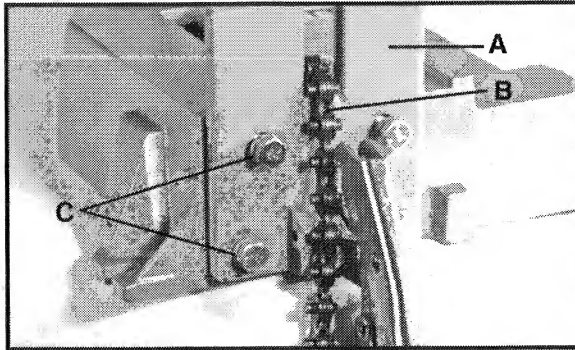
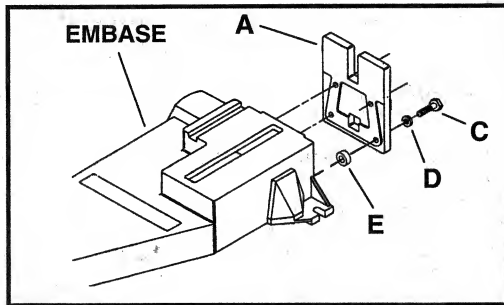

Fig. 4
Fig. 4A
4. Mettre le sous-ensemble de guidage et bridage (A), Fig. 4, sur l'avant de l'embase et faire passer la chaîne (B) par la fente située dans le plan de travail comme illustré. Fixer le sous-ensemble de guidage et bridage sur l'avant de l'embase à l'aide de quatre boulons de $\frac{5}{16}$ po x 1 po de long (C), Fig. 4A, des rondelles-frein de $\frac{5}{16}$ po (D) et des entretoises de $\frac{1}{4}$ po d'épaisseur (E). Serrer fermement les boulons.